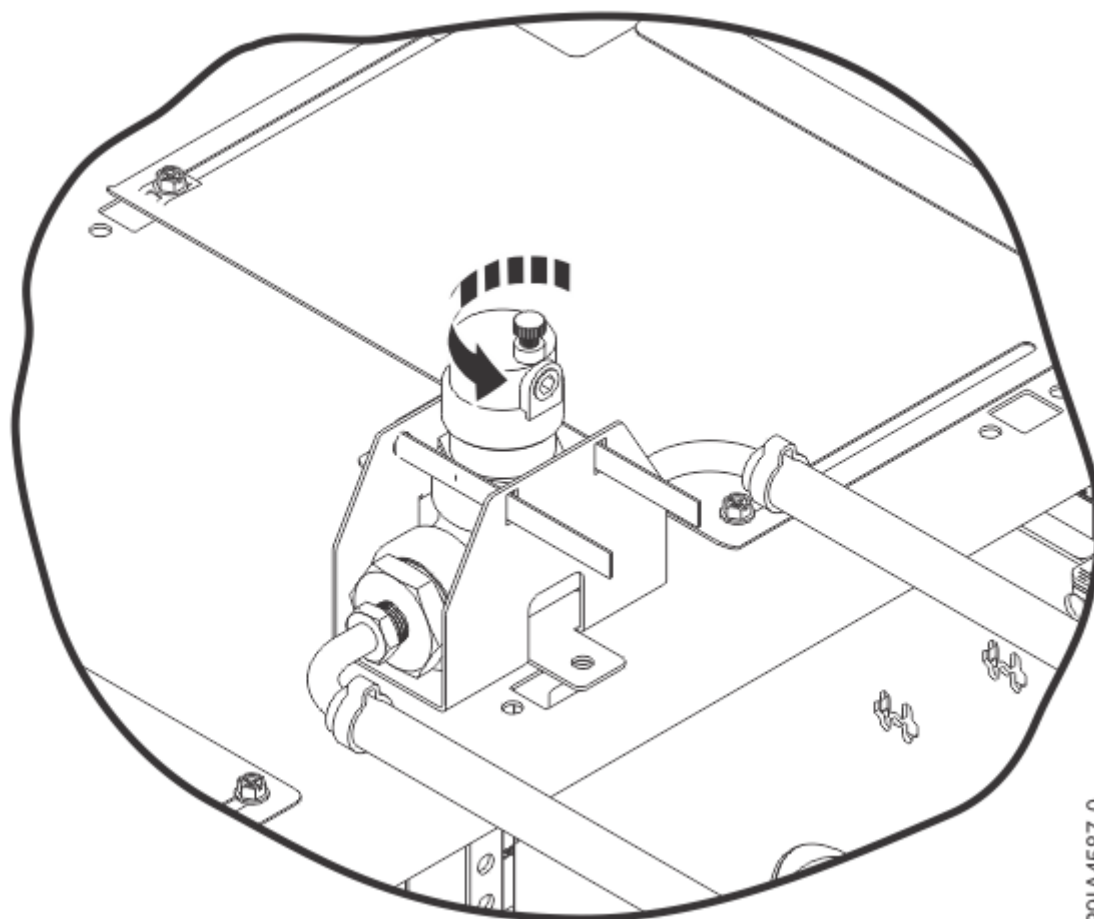

Figura 42. Deschiderea capacului uneltei de evacuare
2. Aveți grijă să fie slăbit cât mai mult capacul unelei de evacuare, dar fără să fie scos de tot. Pentru informații suplimentare, vedeți Figura 42 la pagina 79.